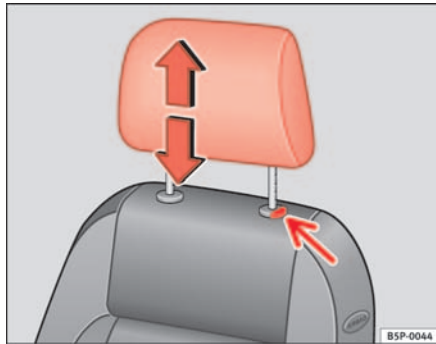

Abb. 92 Kopfstütze einstellen oder ausbauen
- Drücken Sie die Taste ⇒ Abb. 92 (Pfeil).